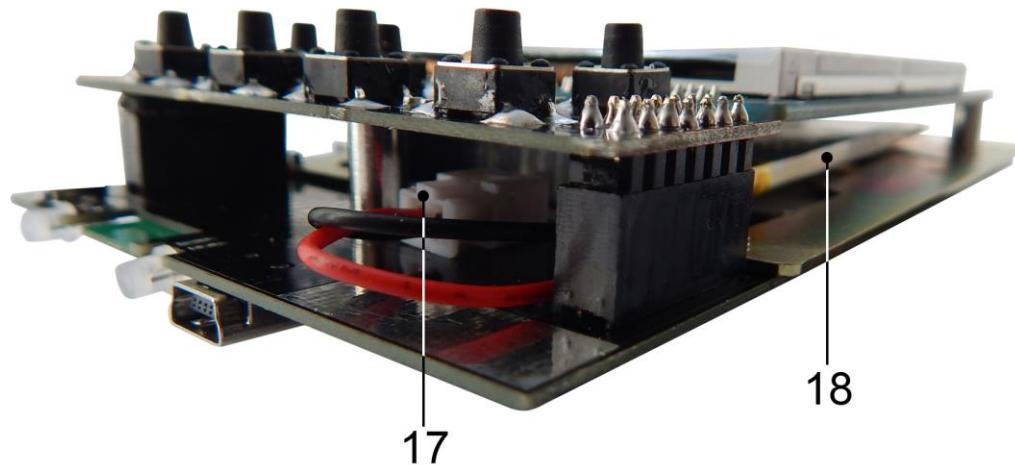

Рисунок 9.4.3 – Замена аккумулятора
9.4.6. Аккумулятор (18) находится на шасси под модулем экрана и закреплен двухсторонним скотчем. Осторожно отсоедините разъем (17) аккумулятора от разъема, который расположен на печатной плате, под модулем кнопок управления (Рисунок 9.4.3). Извлеките старый аккумулятор (18) и удалите старый двухсторонний скотч, которым он был прикреплен к шасси.